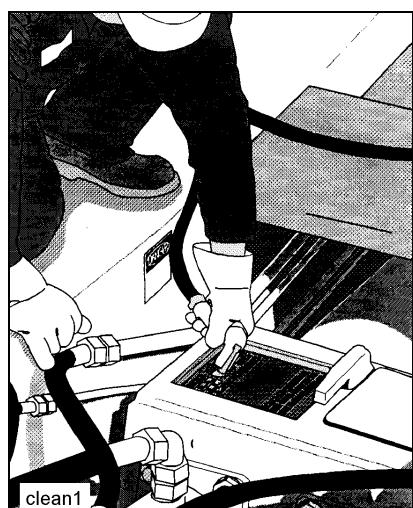

Fig. 3
- Lave el depósito de agua con chorros de agua a presión (Fig. 3). ¡No sacar la rejilla del depósito de agua!